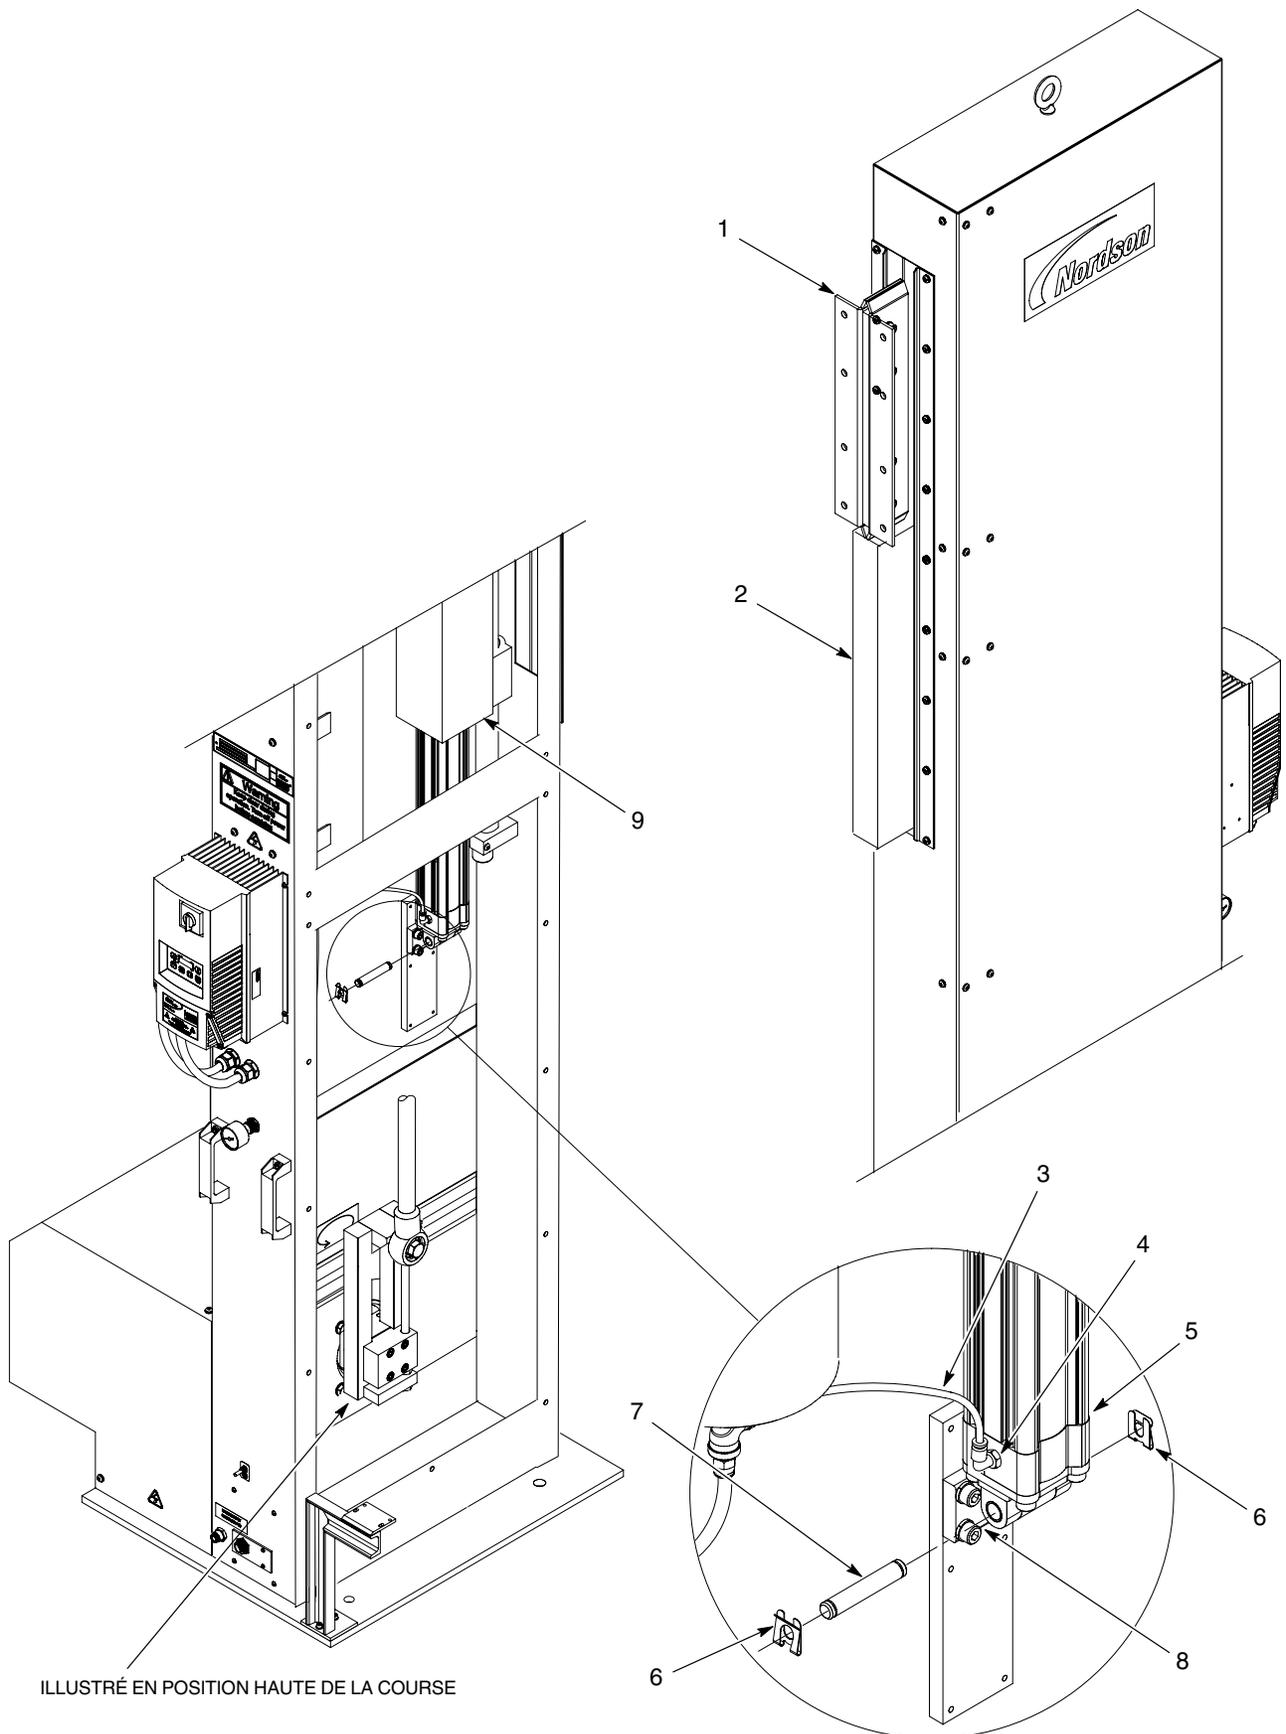

Fig. 15 Dépose du vérin pneumatique
1. Voir la figure 15. Retirer les pistolets et les accessoires de fixation du support de fixation du chariot (1).
2. Amener le chariot à pistolet (1) en position haute de la course. Bloquer le chariot à pistolet (1) à l'aide d'une cale comme illustré (2).
4. Débrancher la conduite d'air (3) du raccord du vérin pneumatique (4).
5. Retirer les clips (6) et la goupille (7) qui fixent le vérin pneumatique (6) au support (8). Retirer le vérin pneumatique du tube de fixation de bloc palier (9).
6. Amener le chariot à pistolet (1) en position basse de la course en retirant prudemment la cale (2).